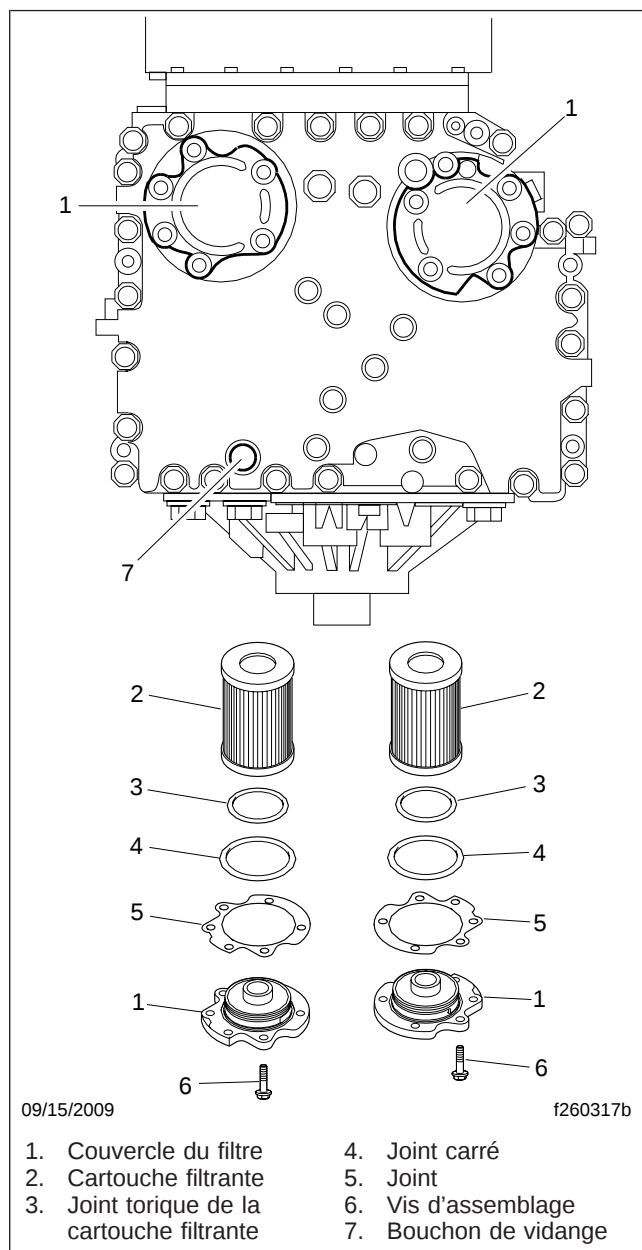

Fig. 5, Composants et emplacement du filtre de transmission Allison
5. Retirez les couvercles de filtre, les joints toriques et deux joints carrés de la boîte de vitesses. Voir la **figure 5**.